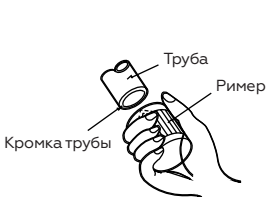

Рис. 21
1. Обработайте кромку трубы римером (рис.21).